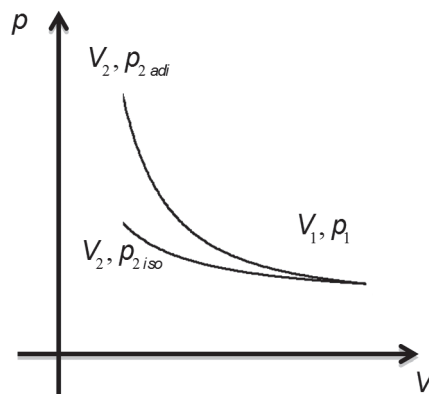

Figura 8.13: Curvas da compressão de um gás ideal nos processos adiabático e isotérmico reversíveis.
4. A **Tabela 8.1** mostra que a pressão final do processo adiabático é maior. Por isso, a curva que descreve o processo adiabático evolui no gráfico pV por cima da curva que descreve o processo isotérmico. As curvas desses processos estão representadas na **Figura 8.13**.